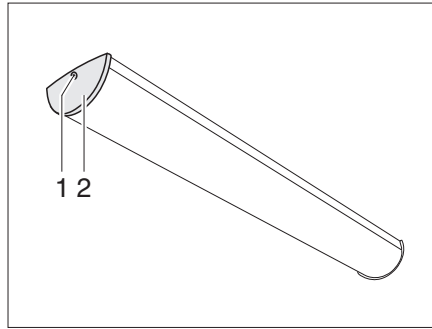

Fig. 296 Eclairage de la cellule
- Dévisser la vis (Fig. 296,1) et retirer le couvercle (Fig. 296,2).